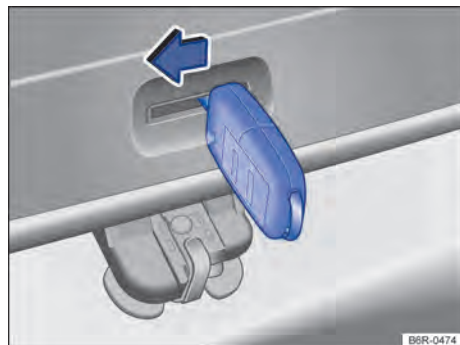

Fig. 54 Do lado de dentro do compartimento de bagagem: destravamento de emergência da tampa traseira.
- Inserir a haste da chave na abertura da tampa traseira → Fig. 54 e pressionar a alavanca de destravamento no sentido da seta, para destravar a tampa traseira.